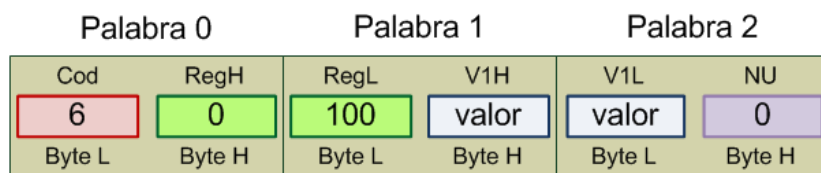

Figura 11. Formato del vector de datos de entrada para la función DATA_EXCH
A continuación se describe un ejemplo en el que se utiliza DATA_EXCH para realizar una petición MODBUS con el código de función 6 o 16#06 a un esclavo con dirección 7, con el objetivo de asignar a su registro #MW100 el valor que contiene la variable *dato* de tipo INT o WORD. Lo primero que se debe hacer es preparar el vector *datos_envio* con los datos a enviar. Este vector debe incluir el código de función (6), la dirección del registro (100) y el valor a asignar, conforme muestra la Figura 11. En esta figura se observa que palabras en UnityPro emplean un orden LITTLE-ENDIAN, esto es, primero se coloca el byte menos significativo.
Los campos representados en la Figura 11 se describen en la siguiente tabla: